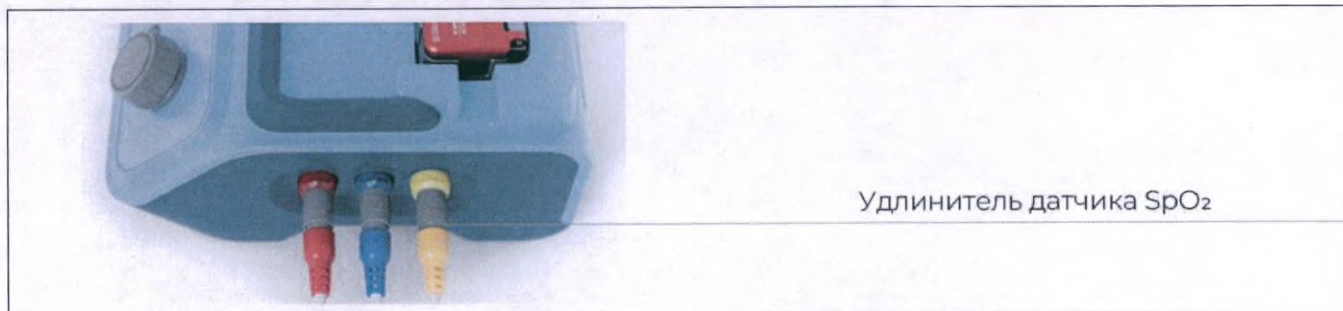

Рисунок 9 – Подключение кабеля датчика канала мониторинга SpO₂
5. Подключите к разъёму изделия датчик SpO₂. Соединительный кабель пульсоксиметра имеет маркер желтого цвета (рисунок 9)